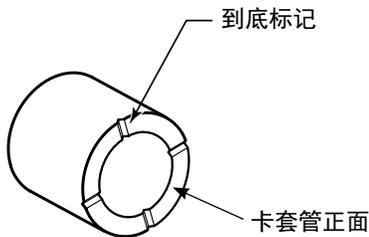

图 3 卡套管到底标记
10. 检查卡套管端部的**到底标记**。这些径向凹痕表明在 MHSU 上时卡套管的插入深度正确。如果没有四个可见的凹痕，则不应使用该套预装件。参见图 3。